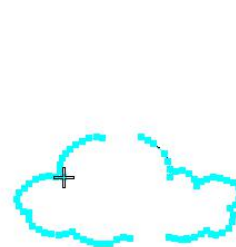

图 3 Picture3
3. 在编辑针迹状态下选择要调整角度的孔，点击如图 3 所示位置进行设置完成点击确定，可以看到孔的角度变化如图 4。